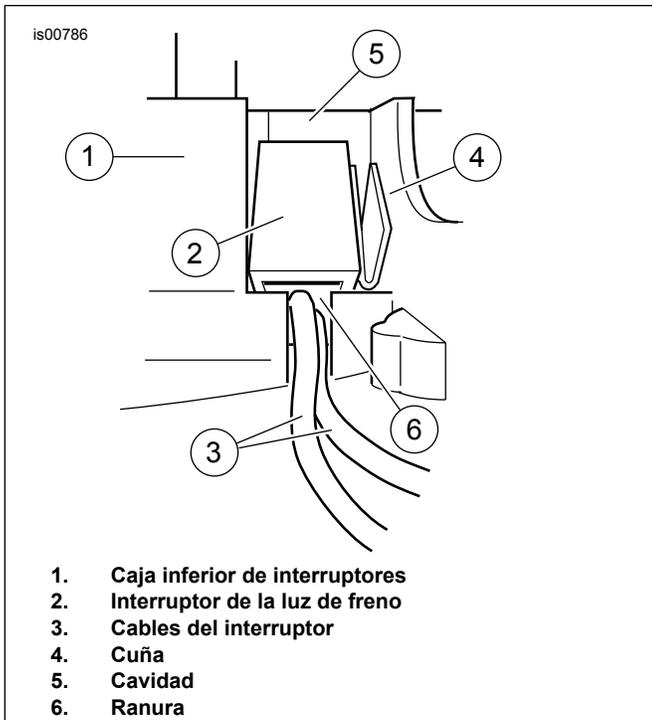

Figura 5. Interruptor de la luz de freno
4. Vea Figura 5. Para extraer el interruptor de la luz de freno (2) y la cuña (4):
- a. Haciendo palanca saque suavemente la cuña entre la caja de interruptores (1) y el interruptor de la luz de freno (2). Guarde la cuña para el armado.
1. Vea Figura 5. Coloque el interruptor de la luz de freno (2) y la cuña (4) dentro de la caja cromada inferior de interruptores (1). Coloque un reborde pequeño de sellador de silicona en la cuña.
2. Coloque el conjunto del interruptor de las señales de giro y la pieza de soporte dentro de la cavidad de la caja (5). Alinee el agujero en la pieza de soporte con el agujero con rosca en el saliente.
5. Vea Figura 5. Instale el interruptor de la luz de freno (2) y la cuña (4): Oprima cuidadosamente el émbolo contra la pared interior de la caja de interruptores. Con el dedo pulgar sobre el diámetro interior del émbolo, mueva el interruptor a su posición de instalación en la cavidad (5) de la caja de interruptores. Cuando el émbolo esté colocado contra el pulgar, gire lentamente el interruptor hacia abajo con un ligero vaivén. Libere el émbolo solamente después de que el interruptor esté colocado correctamente en la cavidad. Verifique que el émbolo esté encuadrado en el diámetro interior y que la funda no se comprima, se rompa o se destruya. Si es necesario, mueva cuidadosamente el émbolo hacia adentro y hacia afuera hasta que la funda se extienda completamente.